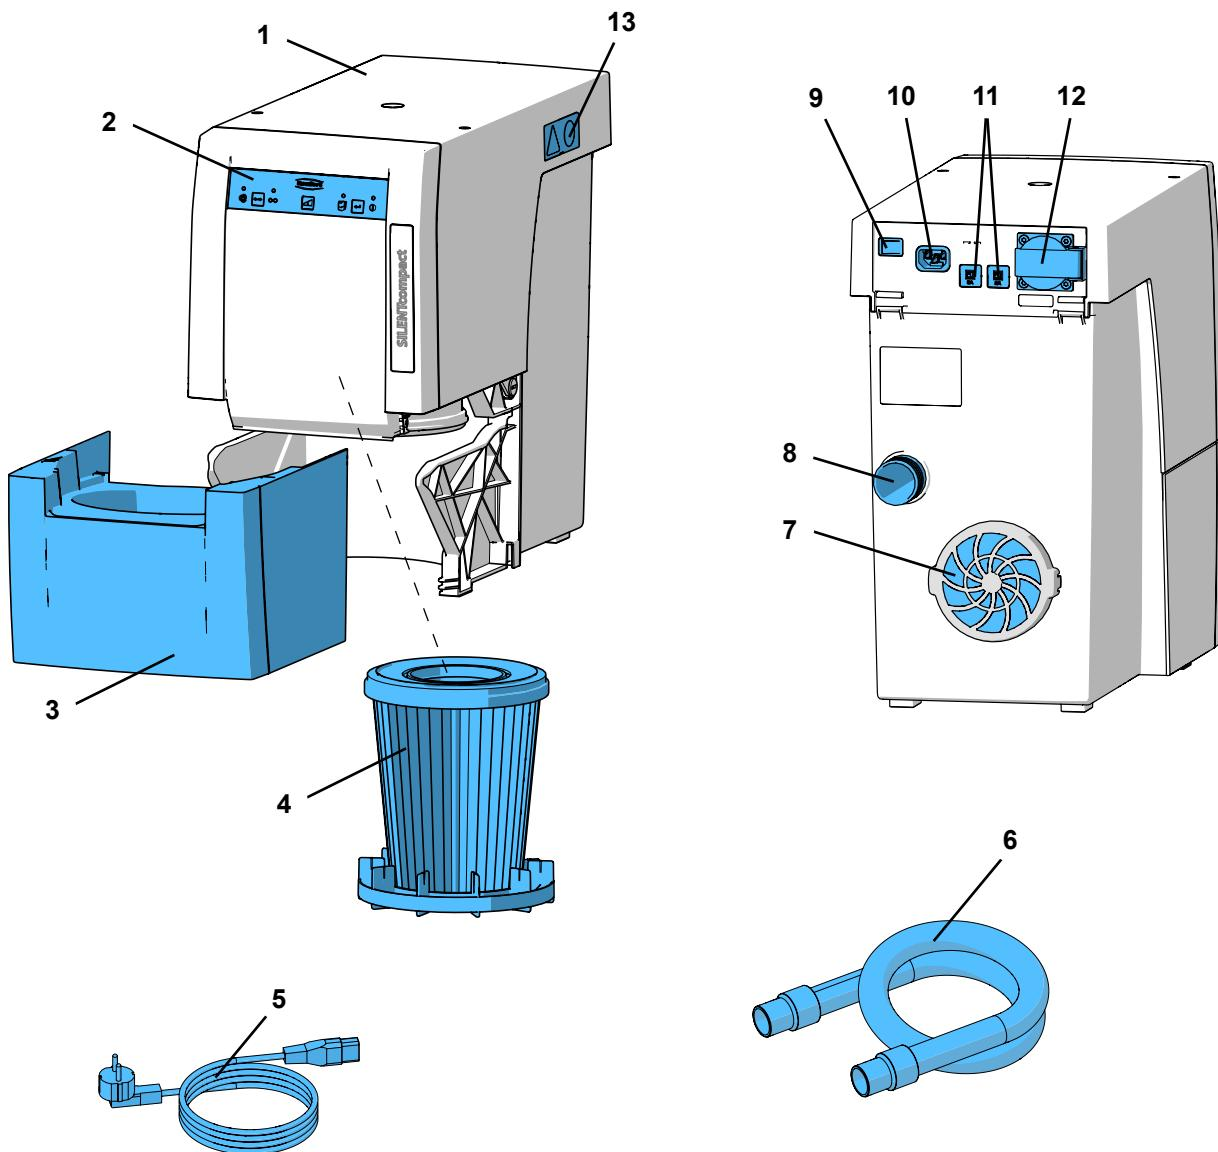

Fig. 1
- udsugningsluftudgangen (7, Abb. 1) ikke påvirkes.
- ⇒ Sluk apparatet på tænd/sluk-knappen (9).
- ⇒ Sæt netkablet (5, Fig. 1) i nettildlutningen (10).
- ⇒ Sæt sugeslangen (6, Fig. 1) på sugestudsen (8).